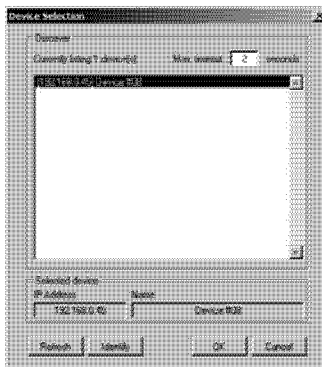

Рис. 19. Программа конфигурирования — окно выбора устройства
5. В этом окне будут перечислены найденные приборы с указанием их IP-адресов (см. рис. 19). Выбрать в списке прибор и нажать **OK**.